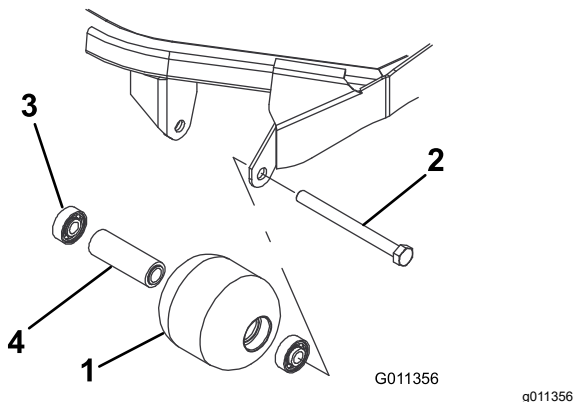

Bild 98
1. Entfernen Sie die Rollenbefestigungsschraube (Bild 98).
4. Prüfen Sie das Rollengehäuse, die Lager und das Distanzstück auf Beschädigungen (Bild 98). Tauschen Sie alle beschädigten Teile aus und bauen Sie alles wieder zusammen.
1. Drücken Sie das erste Lager in das Rollengehäuse (Bild 98). Drücken Sie dabei nur auf den äußeren Ring oder gleichmäßig auf die inneren und äußeren Ringe.
2. Setzen Sie ein Distanzstück ein (Bild 98).
3. Drücken Sie das zweite Lager in das Rollengehäuse (Bild 98). Drücken Sie gleichmäßig auf den inneren und äußeren Ring, bis der innere Ring das Distanzstück berührt.